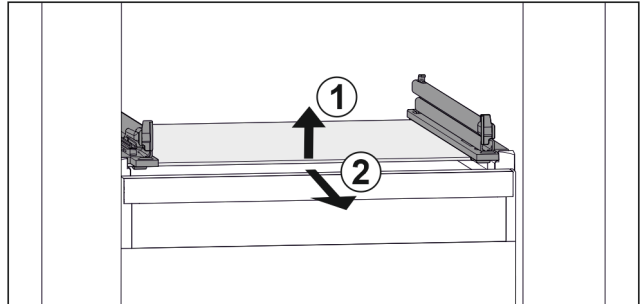

Fig. 87 Beispielhafte Darstellung der Glasplatte
- ▶ Glasplatte vorne anheben. Fig. 87 (1)
- ▶ Glasplatte nach vorne entnehmen. Fig. 87 (2)